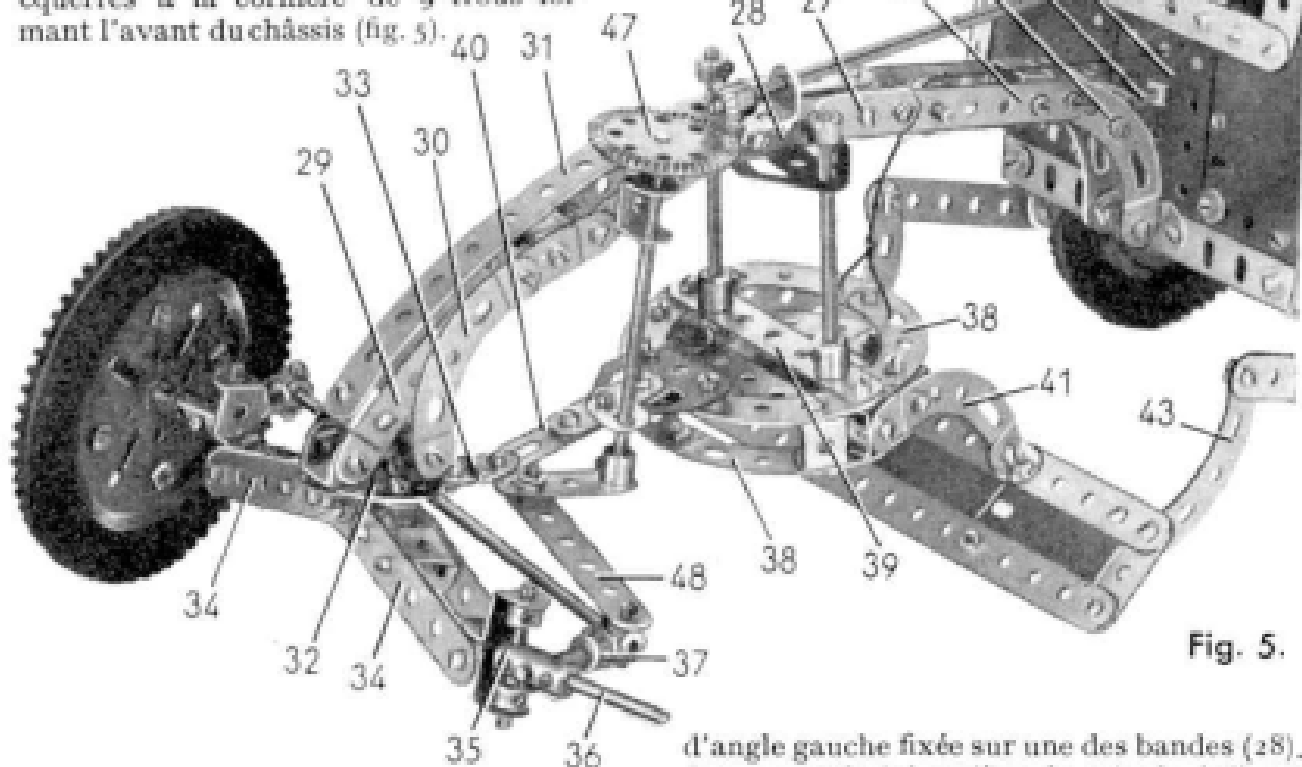

Fig. 5.
L'arc (fig. 5).
A ce stade de la construction, les deux éléments : cabine et arc, peuvent être assemblés. Les bandes incurvées épaulées (25) de l'arc sont fixées par deux équerres à la cornière de 9 trous formant l'avant du châssis (fig. 5).